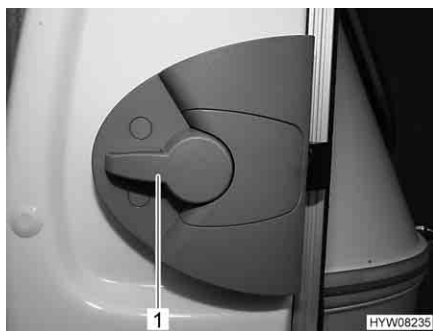

Fig. 11 Serratura della porta, porta di ingresso, lato interno
- Apertura:** ■ Premere la maniglia della porta (Fig. 11,1) verso il basso.
- Bloccaggio:** ■ Ruotare la maniglia della porta (Fig. 11,1) per circa 45° verso l'alto e lasciarla in questa posizione.